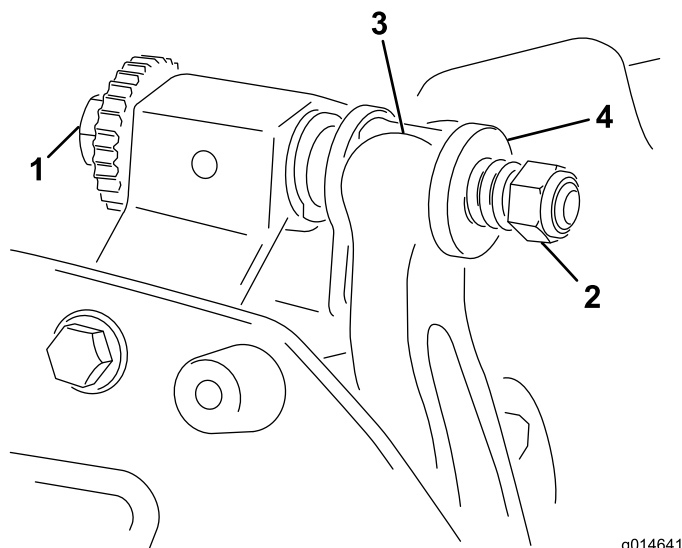

Рисунок 16
1. Поверните регулировочный винт неподвижного ножа против часовой стрелки, чтобы отвести неподвижный нож от барабана (Рисунок 16).